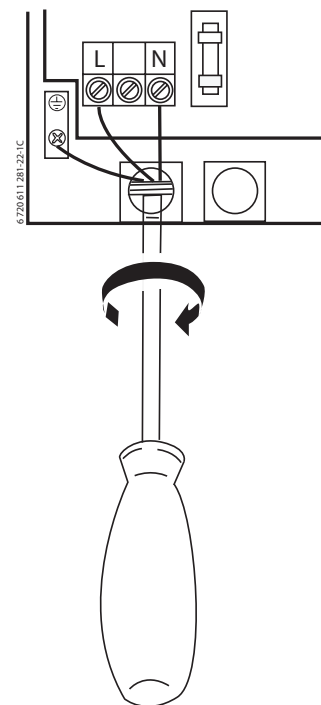

Fig. 21
- ▶ Fare passare il cavo attraverso la guarnizione del passacavo e collegarlo come da Fig. 21.